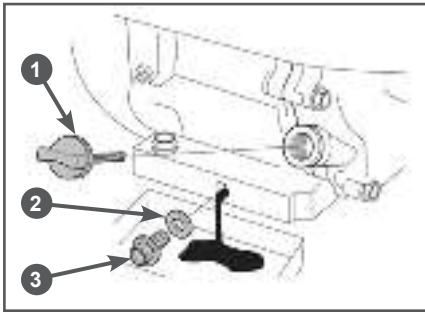

Рис. 14 Замена моторного масла
5. Осторожно открутите крышку-щуп 1 из маслозаливной горловины, протрите её насухо и отложите в сторону (Рис. 14).
6. Открутите пробку для слива масла и слейте отработанное масло в подготовленную для этого емкость (Рис. 14).